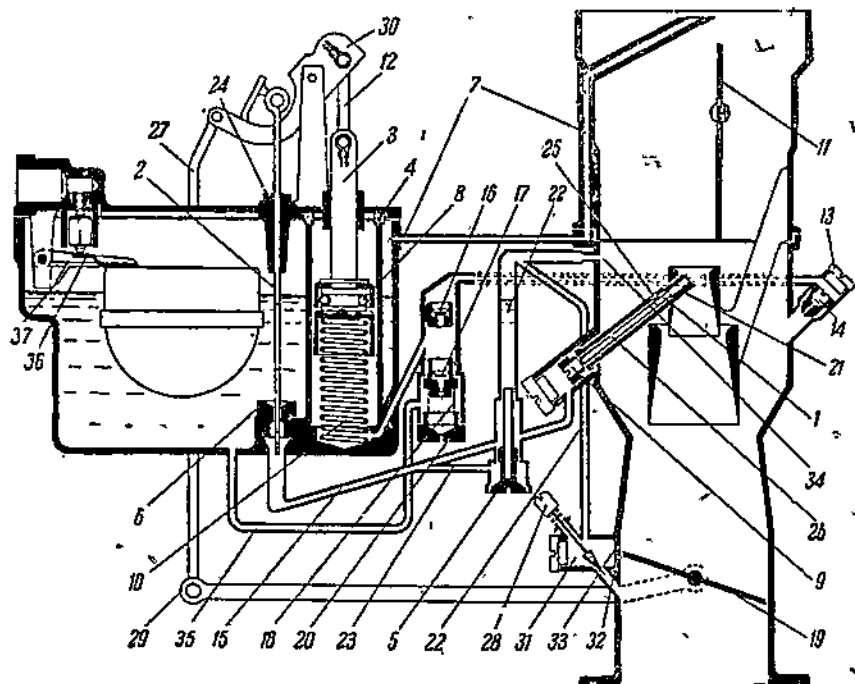

Рис. 18. Развёрнутая схема Карбюратора Картер модели W-1
Карбюратор является балансированным. Поплавковая камера его связана с входным воздушным патрубком специальным каналом 7 (рис. 18). Во избежание непосредственной связи поплавоквой камеры с атмосферой через зазоры вокруг иглы 2 и штока поршня 3 установлены уплотнительная шайба 24 и мягкая упругая прокладка 4.
1. Вынимают из карбюратора калиброванную иглу и отсоединяют соединительный стержень 27 от рычага 30 (см. рис. 18).